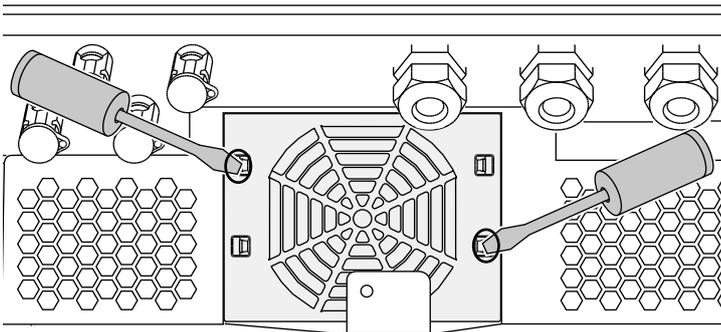

Fig. 61: Soltar las pestañas de fijación
3. Con un segundo destornillador, presionar las pestañas de fijación hacia el centro del ventilador. Sacar la unidad del ventilador ligeramente. ➤ **Fig. 61**